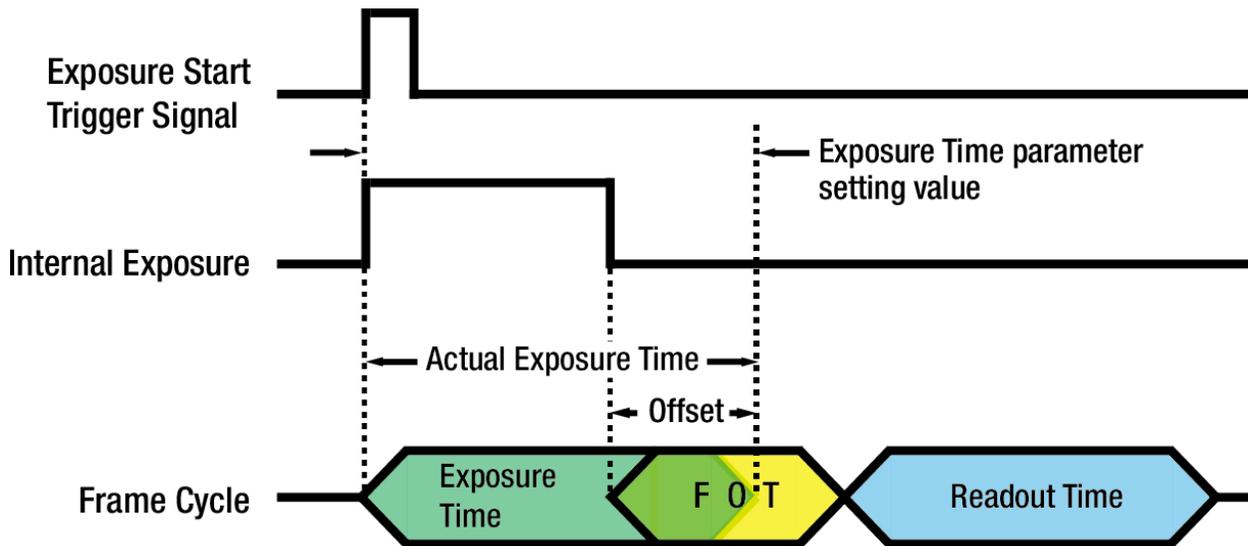

Figure 8.6 Real Exposure 를 적용한 Timed Exposure Mode
**Trigger Mode** 파라미터를 **Off** 로 설정하거나, **Exposure Mode** 파라미터를 **Timed** 로 설정하면, 노출 시간은 **Exposure Time** 파라미터 설정 값에 의해 결정됩니다. 카메라에서 exposure start 트리거 신호를 감지하면 즉시 노출을 시작하고, 설정한 노출 시간이 지나면 readout 을 준비합니다. 이 준비 과정을 FOT(Frame Overhead Time)라고 하고, FOT 후 readout 을 수행합니다. FOT 구간에서는 Figure 8.6 과 같이 Offset 값만큼 노출 시간이 추가됩니다. 이 Offset 값은 카메라의 **CXP Link Configuration** 파라미터(Output Channel) 설정에 따라 달라집니다. Timed 노출 모드에서 카메라에 적용되는 실제 노출 시간은 **Exposure Time** 파라미터 설정 값과 동일합니다. 이는 카메라에서 Offset 값을 실제 노출 시간에 자동으로 반영하기 때문입니다. **CXP Link Configuration** 설정에 따른 Offset 값 및 설정 가능한 최소 노출 시간은 아래 표와 같습니다.